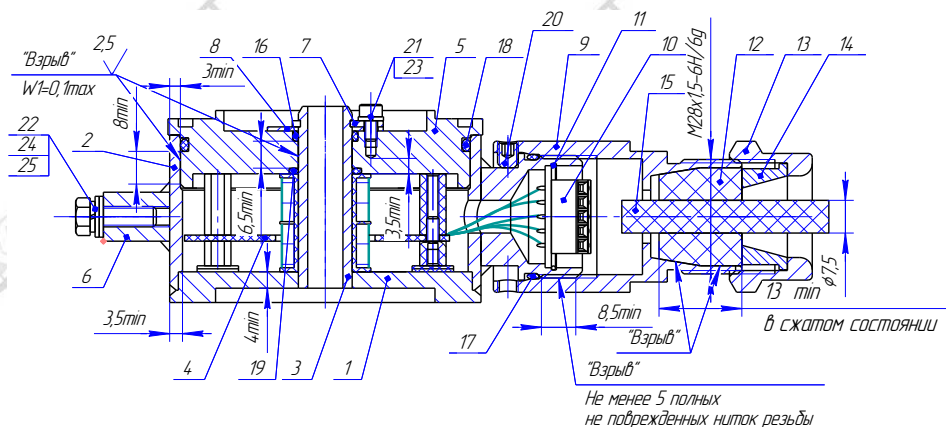

Рисунок 5. Датчик конечных положений затвора. Чертеж средств взрывозащиты.
1 - Модуль СФУ, 2 - Стакан (Сталь 09Г2С ГОСТ 19281-89/Сталь 20ГЛ ГОСТ 977-88), 3 - Кабельный ввод (варианты см. рисунок 5), 4 - Катушка (АГ-4В, провод ПЭТВ-2), 5 - Фланец (09Г2С ГОСТ 19281-89), 6 - Крышка (Сплав АМг6 ГОСТ 4784-97), 7 - Болт М6-6х16.58.019 ГОСТ 7805-70, 8 - Болт М6-6х25.58.019 ГОСТ 7805-70, 9 - Шайба 6 65Г.019 ГОСТ 6402-70, 10, 11, 12, 13 - Кольцо уплотнительное (РС-26Ч2ТУ 2539-021-46521402-2007/ИРП-1267 НТА ТУ 38 0051166-2015), 14 - Табличка (Сплав АМг2 ГОСТ 4784-97), 15 - Колпачок (Стекло органическое СО-120-К 20,0 ГОСТ 10667-90)/Plexiglas GSE 263 (Rohm GmbH&CaKG (Германия)), 16 - Линза (Стекло органическое СО-120-К 20,0 ГОСТ 10667-90)/Plexiglas GSE 263 (Rohm GmbH&CaKG (Германия)), 17 - Винт (Стекло органическое СО-120-А 20,0 ГОСТ 10667-90)/Plexiglas GSE 263 (Rohm GmbH&CaKG (Германия)), 18 - Заклепка 2x3 ГОСТ10299-80 (сплав АМр5 ГОСТ4784-97), 19 -
7.2.5 Подключение к датчику положения затвора СЕНС-ДКП, СЕНС-ДКП-ХЛ вести в следующей последовательности (рис.5, 8):